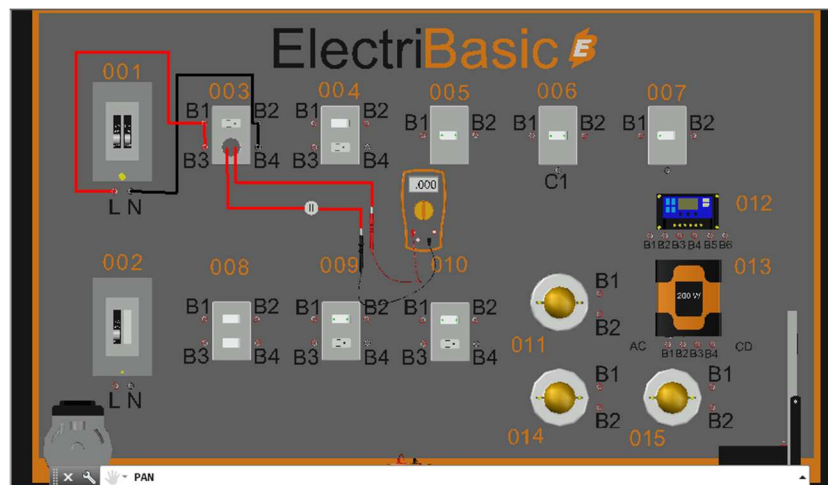

Fig. 1 Conexión de carga externa
- 4.-Utilice el cable E001, en el línea neutro por precaución se medirá la corriente eléctrica y se conectará el multímetro el serie como en la configuración de la práctica 7/ procedimientos 10/ como se muestra en la Fig. 1 . Nota: Asegúrese que las conexiones no estén tocando ningún dispositivo metálico del mismo módulo o externo, y que las conexiones con los caimanes sean firmes.